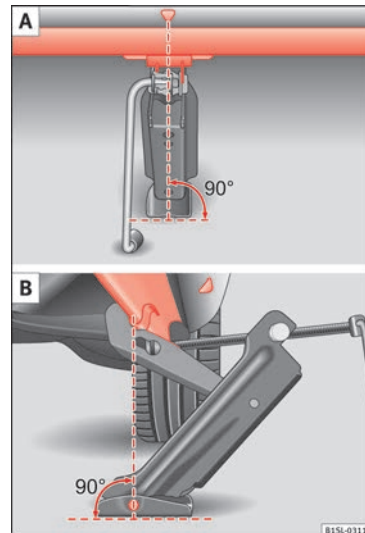

Fig. 56 Gato colocado en la parte trasera izquierda del vehículo.
- Coloque el gato únicamente en los lugares descritos. La garra del gato debe quedar asegurada, abarcando el nervio del refuerzo de los bajos » fig. 56.